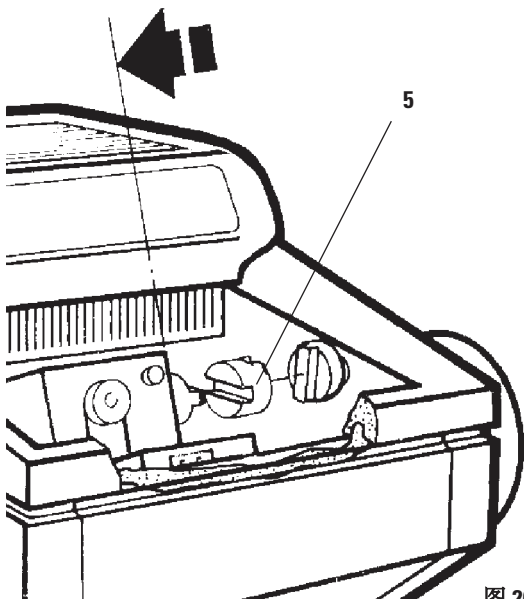

图 26
- 在塑料连接器(图 26, **5**)上滴加一滴机油。
- **润滑样品柱 (1)：**